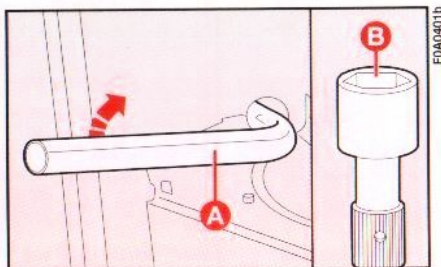
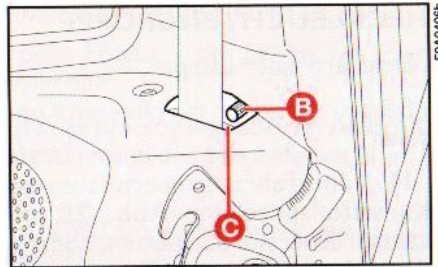

Abb. 28
Abb. 28a
- 2) Den Schlüssel **A**, **Abb. 28** des Bordwerkzeuges an der Befestigungsschraube der Scheinwerfergruppe ansetzen.
3) Nachdem die Schrauben gelöst worden sind, den Schraubendreher des Bordwerkzeuges in die dafür vorgesehene Bohrung am Verlängerungsstück **B**, **Abb. 28** einsetzen und beide zum Lösen der Befestigungsschrauben der Scheinwerfergruppe benutzen.
Für die Version mit sieben Sitzplätzen, den Befestigungsbolzen der Optikgruppe herauszuschrauben, dabei das Verlängerungsstück **B**, **Abb. 28** verwenden, das durch die Öse **C**, **Abb. 28a** auf diesen Bolzen gesteckt wurde.